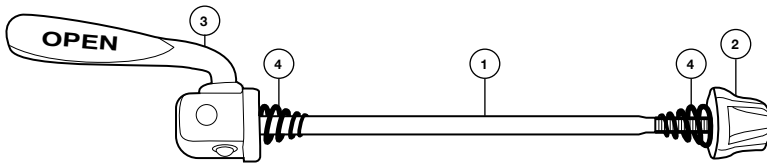

Abb. 14. Laufradachse mit Schnellspanner: ① Achse ② Kontermutter ③ Hebel ④ konische Feder
2. Achten Sie darauf, dass sich auf jeder Seite der Nabe eine konische Feder befindet und dass der kleinere Durchmesser der Feder nach innen zur Laufradmitte zeigt, siehe Abb. 14.